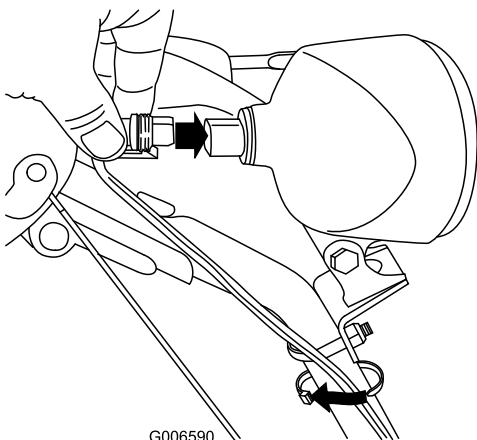

Figure 59
6. Branchez le connecteur du fil directement à l'arrière du phare en l'enfonçant bien en place (Figure 59).